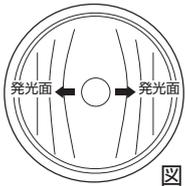

図1
②取付手順 LEDバルブの取付
1. LEDバルブをフォグランプに装着の場合、図1、2の様にLED発光面がリフレクターのカットに合わせセンターに配置されるようフォグランプに装着してください。